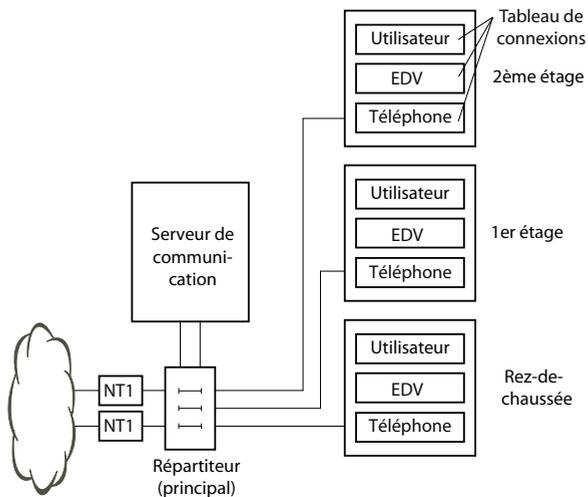
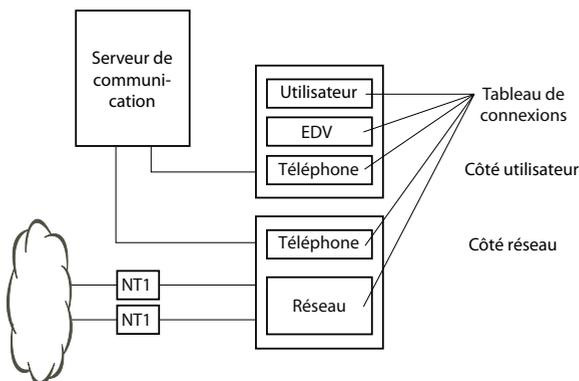

Fig. 28 Raccordement au CUB via le répartiteur (principal) (exemple)
Fig. 29 Raccordement au CUB via le centre de câblage (exemple)
- raccordement indirect via le répartiteur (principal) et éventuellement le câblage universel de bâtiments (CUB) (voir aussi Fig. 28 et Fig. 29).